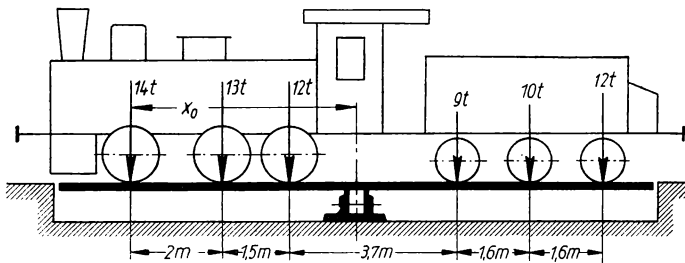

Bild 205
**331.** Eine Lokomotive mit den gegebenen Achslasten (Bild 205) soll auf einer Drehscheibe so aufgestellt werden, daß die ganze Last auf dem Drehzapfen der Scheibe in ihrer Mitte ruht. Welchen Abstand  $x_0$  von Zapfenmitte muß die vordere Achse erhalten?